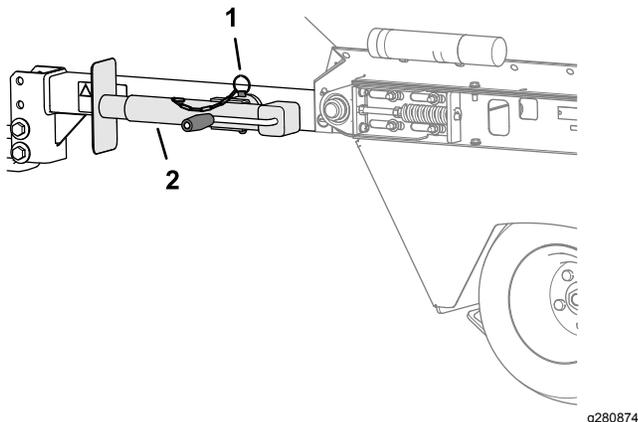

Figura 12
4. Rode o macaco na horizontal (Figura 12).
5. Prenda o macaco ao tubo de montagem com o passador de forquilha (Figura 12).